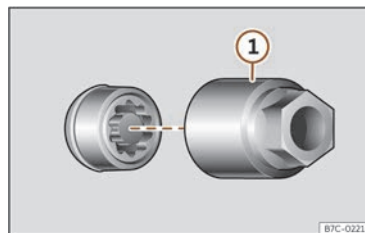

Fig. 227 Parafuso antirroubo da roda con capuchón e adaptador.
- Encaixe o adaptador especial >>> **fig. 227** ① (ferramenta de a bordo >>> páx. 332) no parafuso antirroubo da roda ata o tope.